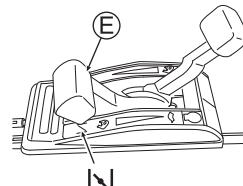

Abb. 12
- Stellen Sie den Gashebel (E) auf Choke "N". (Siehe Abb. 12) (Wenn der Motor warm ist, kann er auch gestartet werden, indem Sie den Hebel auf "P" stellen.)